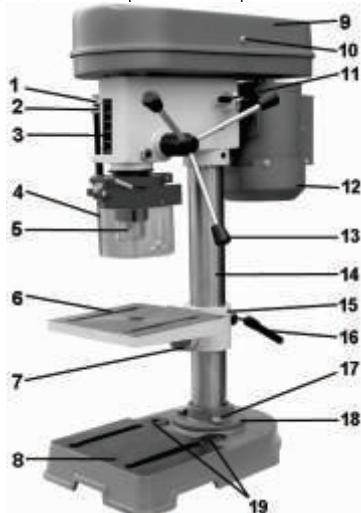
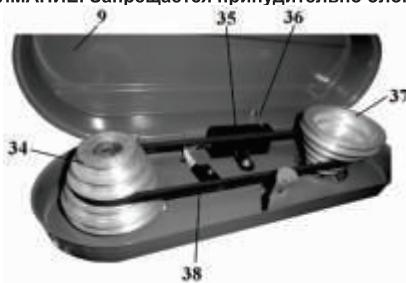
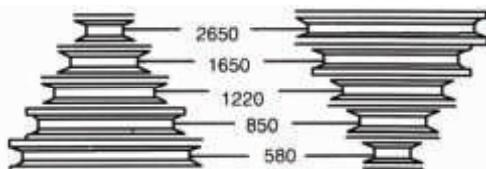
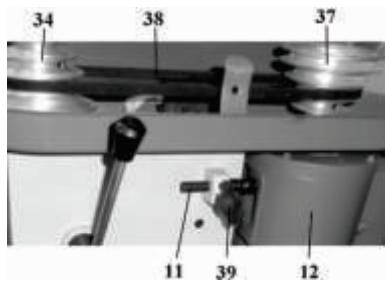

Рис. 2
Рис. 8
Рис. 9
Рис. 10
6.1. Станок сверлильный вертикальный состоит из следующих сборочных единиц и деталей, Рис.2,3:
Перед использованием станка, его необходимо закрепить на ровной поверхности верстака (рабочего стола) при помощи двух резьбовых соединений (не комплектуются) через отверстия (19) в основании (8), Рис.2. Обязательно используйте при креплении плоскую и пружинную шайбы на каждый болт (не комплектуется).
- 9.1. Установите на ровную прочную поверхность верстака основание (8) станка, Рис.2.
- 9.2. Установите на основание (8) колонну (14), Рис.2 и закрепите опору (18) колонны (14) тремя прилагаемыми болтами (17), Рис.2 .
- 9.3. Установите рабочий стол (6) на колонне (14), положение зажимной муфты (15) закрепите ручкой фиксации (16), Рис.2.
- 9.5. Установите ручки подачи (13), Рис.2,4.
- 9.7. Установите сверлильный патрон (5), Рис.2, на шпинделе станка, (предварительно необходимо удалить с его поверхности смазку, а также очистить от смазки внутреннюю посадочную поверхность сверлильного патрона (5). Рис.2). Закрепите сверлильный патрон (5), Рис.2, на шпинделе легким ударом через деревянный брускок, кулачки сверлильного патрона (5) при этом должны быть сведены.
10.2. Перед тем как включить станок, проверьте надёжность закрепления верхнего кожуха (9) винтом (10), Рис.2.
Ключ к сверлильному патрону **не должен** оставаться в сверлильном патроне (5), Рис.2. Режущий инструмент (сверло) в сверлильном патроне (5) должен быть хорошо закреплён. Если режущий инструмент (сверло) не установлен, то кулачки сверлильного патрона (5) должны быть сведены, Рис.2.
10.4. Контроль глубины сверления «глухих» отверстий производится по шкале (3) и указателю (1), Рис.2.
Регулировка (ограничение) глубины сверления производится гайками (2), Рис.2.
10.5. Установка высоты рабочего стола (6) задается перемещением зажимной муфты (15) на колонне (14). Перед изменением положения зажимной муфты (15) на колонне (14) необходимо ослабить её положение ручкой фиксации (16). После установки рабочего стола (6) на необходимую высоту ручкой фиксации (16) надёжно закрепите положение зажимной муфты (15), Рис.2.
10.6. При открытии кожуха (9) ременной передачи, Рис.2,8, станок отключается. Включение станка возможно только после закрытия кожуха (9) ременной передачи, Рис.2,8 и нажатия на зеленую кнопку ВКЛ (21), Рис.2. (см. п.10.3.). Если станок не включается, выполните регулировку положения кулачка (36).
**ВНИМАНИЕ: Запрещается принудительно блокировать конечный выключатель (35).**
10.7. Перемещение шпинделя производится ручкой подачи (13), Рис.2. При сверлении отверстий контролируйте величину подачи режущего инструмента во избежание контакта режущего инструмента с тисками (26) или рабочим столом (6), Рис.2,5.
10.8. Скорость вращения шпинделя регулируется изменением положения клинового ремня (38) на ручьях шкивов (34 и 37), Рис.8, 9. Можно установить 5 режимов частоты вращения шпинделя, Рис.9.
Для изменения режима вращения шпинделя предварительно следует ослабить натяжение клинового ремня (38), Рис.8. Для этого необходимо ослабить винт фиксации (39), Рис.10. Переместите электродвигатель (12) со шкивом (37) в направлении шкива (34), так как на оси (11) установлена пружина; положение зафиксируйте винтом фиксации (39), Рис.10. В соответствии с намеченной операцией и согласно таблице 2 и Рис. 9 необходимо установить ремень (38) на ручьях шкивов (34 и 37), Рис.8-10.
**Натяните клиновой ремень (38), для чего переместите электродвигатель (12) со шкивом (37) в направлении натяжения клинового ремня (38); положение надёжно зафиксируйте винтом фиксации (39).**
10.9. Для установки угла поворота поверхности рабочего стола (6) относительно режущего инструмента необходимо:
- ослабить болт крепления поворотного фланца (7) к зажимной муфте (15), Рис.2;
- по показаниям шкалы (25) установить и закрепить положение рабочего стола (6), Рис.2,4.